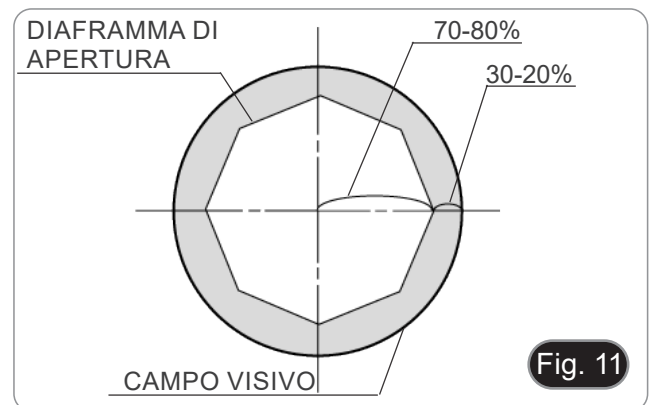

Fig. 11
- Per campioni con basso contrasto impostare il valore dell'apertura numerica a circa il 70%-80% dell'A.N. dell'obiettivo. Se necessario, rimuovere un oculare e, guardando nel portaoculare vuoto, regolare la ghiera del condensatore fino ad ottenere un'immagine come quella di Fig. 11.